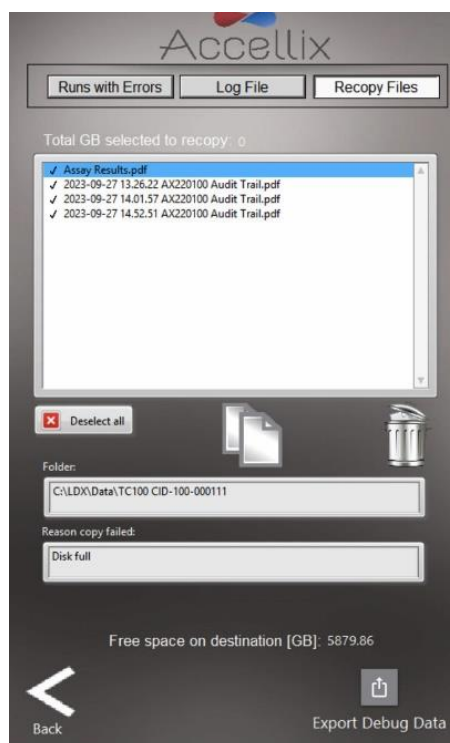

Figure 25 : écran Recopier les fichiers
3. Si vous sélectionnez l'onglet **Recopy Files** (Recopier les fichiers), l'écran affiche tous les fichiers de données qui n'ont pas encore été copiés (Figure 25).